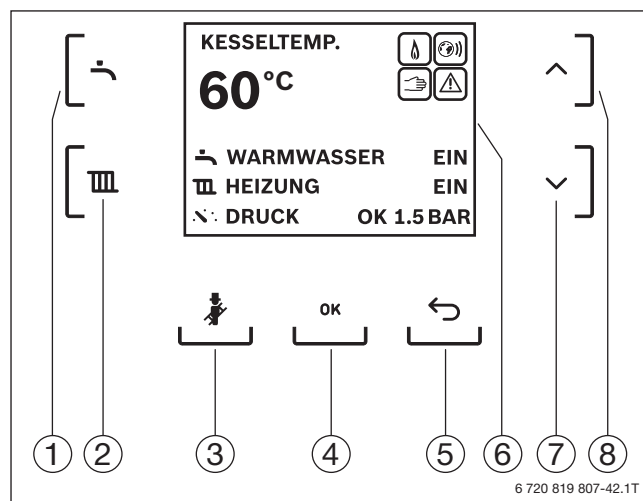

Рис. 30 Індикація та елементи керування базового контролера Logamatic BC30 E
- Налаштування для приготування гарячої води за допомогою меню ГАРЯЧА ВОДА; виклик меню за допомогою кнопки «Гаряча вода» (→ рис. 30, [1])
- Налаштування контура опалення за допомогою меню ОПАЛЕННЯ; виклик меню за допомогою кнопки «Опалення» (→ рис. 30, [2])
- Ручний режим роботи, наприклад, для тесту димових газів; кнопку «Сажотрус» утримувати натиснутою довше, ніж 3 с (→ рис. 30, [3])
- Індикація стану та діагностика несправностей на РК-дисплеї (→ рис. 30, [6])
- Аварійний режим роботи: кнопку «Сажотрус» утримувати натиснутою довше, ніж 8 с (→ рис. 30, [3])